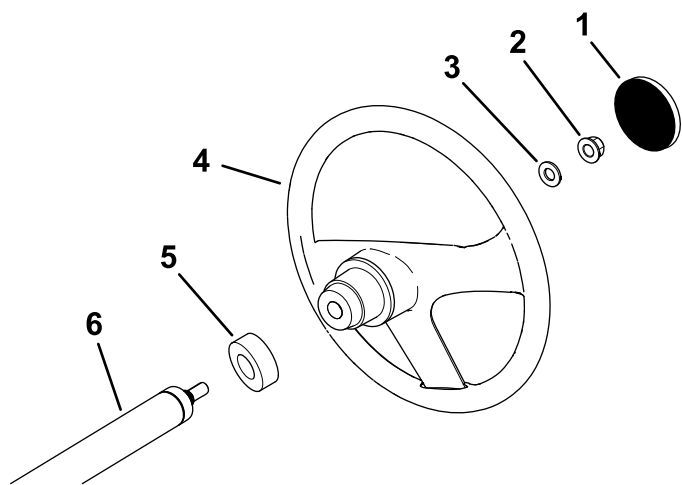

Рисунок 3
1. Если установлена крышка, снимите ее со ступицы рулевого колеса (Рисунок 3).
2. Отверните контргайку (½ дюйма) с рулевого вала (Рисунок 3).
3. Наденьте рулевое колесо, пылезащитную крышку и шайбу (½ дюйма) на рулевой вал (Рисунок 3).
5. Установите крышку на рулевое колесо (Рисунок 3).